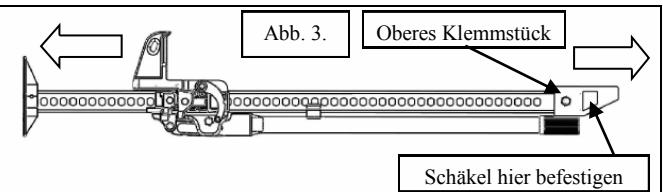

Abb. 3.
- Lockern Sie das obere Klemmstück und drehen Sie es, damit es sich in einer Reihe mit dem Stahlbügel befindet. (siehe Abb. 3) Ziehen Sie die Schraube mit 87 Nm fest.